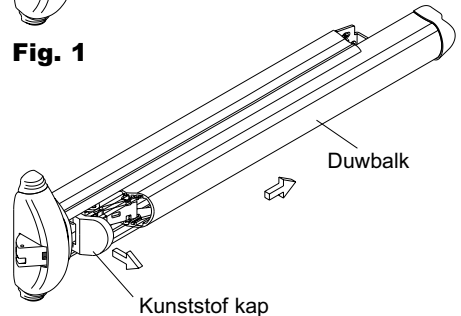

Fig. 2
b) Schuif de duwbalk eruit en verwijder de kunststof kap (zie Fig.2).